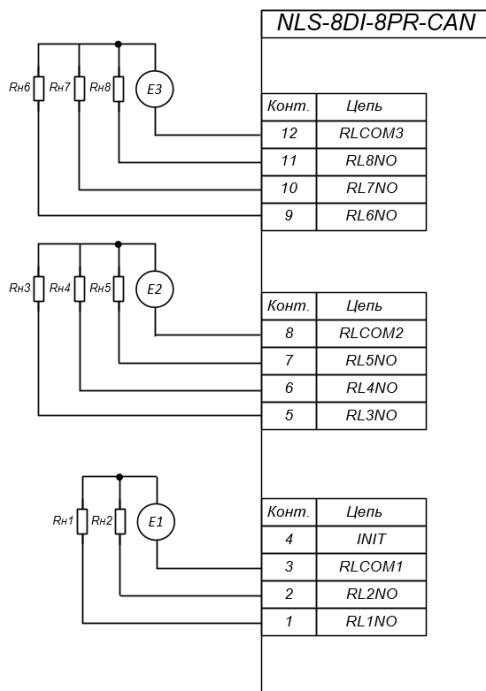

Рис. 4.10. Применение модуля NLS-8DI-8PR-CAN для управления нагрузкой
Дискретные выходы модуля выполнены на основе реле с нормально разомкнутыми контактами (NO) и имеют максимальный ток выхода 5 А / \sim 30 В 5 А / \sim 250 В и максимальный ток нагрузки 5 А на каждый канал. Схема подключения нагрузки к релейным выходам модуля приведена на рис. 4.10.